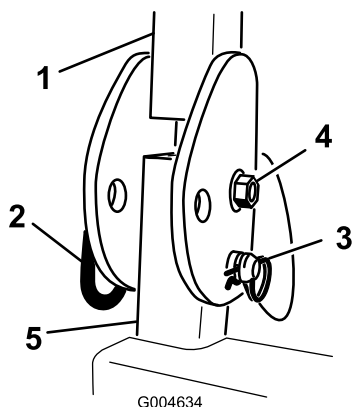

Figura 14
11. Coloque el conjunto del ROPS sobre los postes del ROPS. Instale el perno, la tuerca, el pasador de horquilla y la chaveta que sujetan cada conjunto ROPS a los postes del ROPS (Figura 14).